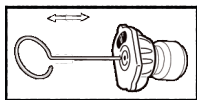

Рис.5
- Используя прилагаемый очиститель наконечника или разную скрепку, вставьте проволоку в отверстие соппа и двигайте вперед-назад, пока мусор не будет удален. (См. Рисунок 5.)